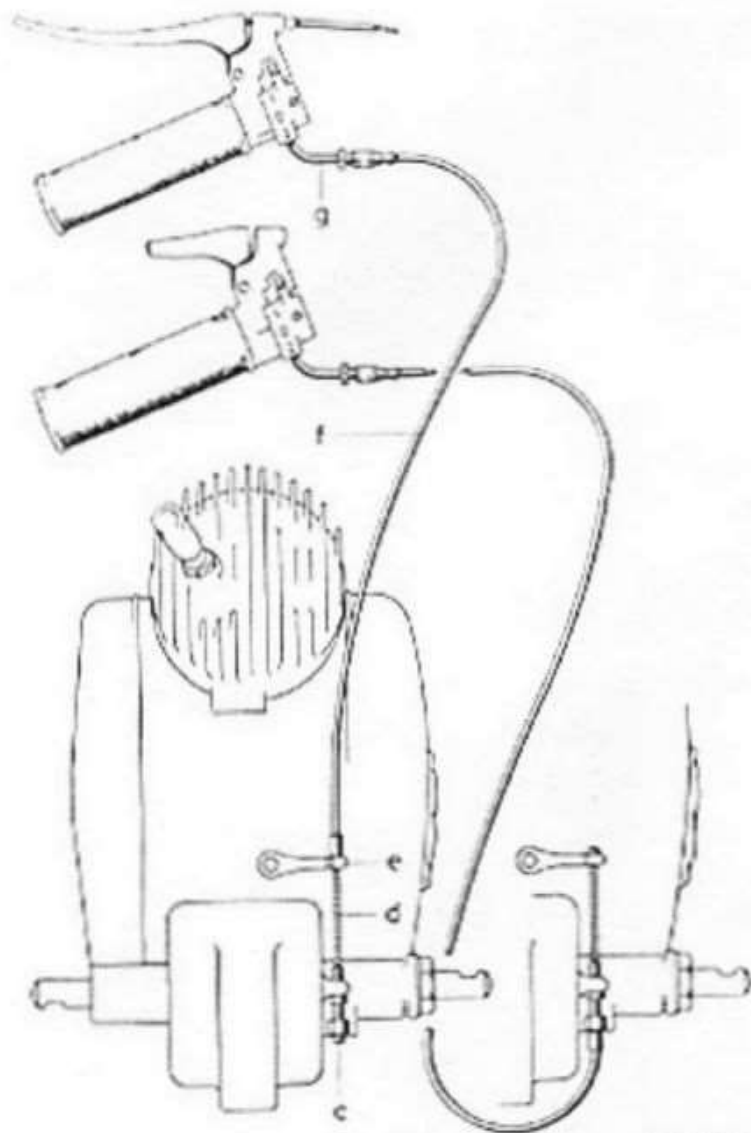

Bild 54
6.4 Seilzug für Getriebschaltung einhängen und einstellen. (Bild 54)
Bild 54 zeigt beide Möglichkeiten der Verlegung des Seilzuges. Wir empfehlen allerdings, möglichst die linke Ausführung zu montieren.